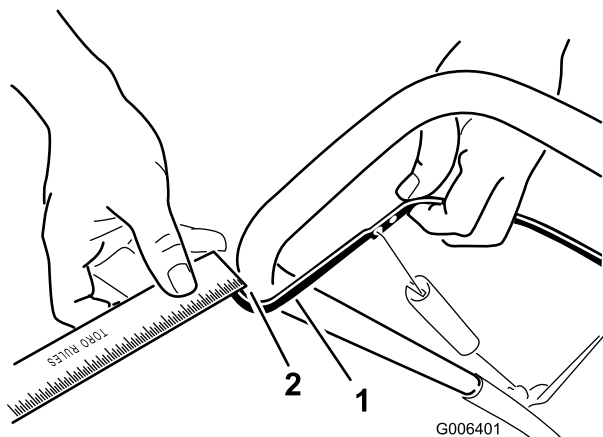

Figure 21
Rapprochez la barre de commande du guidon pour tendre le câble de commande (Figure 21).
Remarque: Vérifiez que la barre de commande et le guidon sont espacés de 2 à 3 mm (1/16 à 1/8") (Figure 21).
2. Accrochez le raccord en Z à un trou plus haut ou plus bas sur la bielle de réglage de manière à obtenir un écart de 2 à 3 mm (1/16 à 1/8") entre la barre de commande et le guidon (Figure 21).